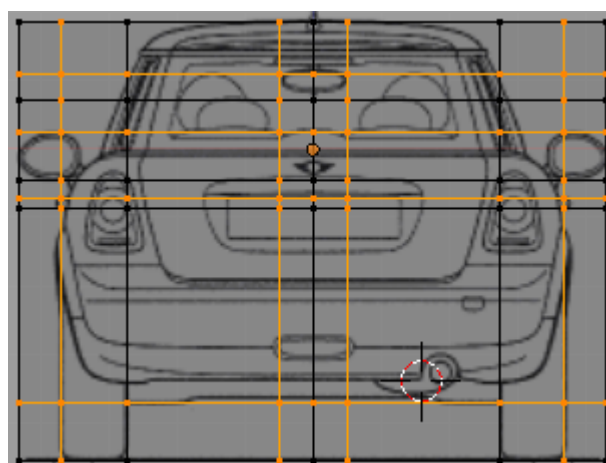

Figura 4.9
22. Na tabela de propriedades, painel Background Images, subpainel Axis Back, ajuste cuidadosamente os parâmetros X, Y e Size de modo a centrar e enquadrar a imagem, figura 4.9.